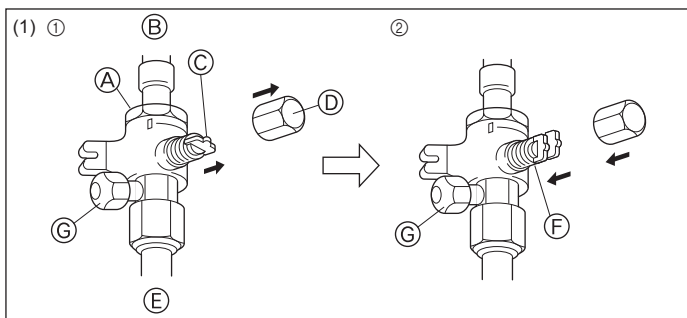
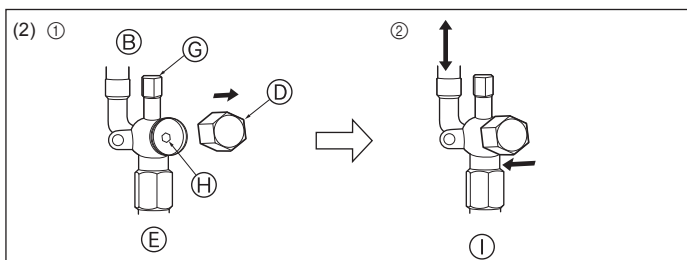

Fig. 4-9
Fig. 4-10
- (1) Lato del gas (Fig. 4-9)
- ① Rimuovere il cappuccio, tirare la maniglia verso di sé e ruotare di 1/4 di giro in senso antiorario per aprire.
- ② Assicurarsi che la valvola d'arresto sia completamente aperta, spingere in dentro la maniglia e riportare il cappuccio alla posizione originale.
- (2) Lato del liquido (Fig. 4-10)
- ① Togliere il cappuccio e girare fino a quando è possibile l'asta della valvola in senso antiorario utilizzando una chiave esagonale N° 4. Smettere di girare quando si urta l'otturatore. (ø6,35: circa 4,5 giri) (ø9,52: circa 10 giri)